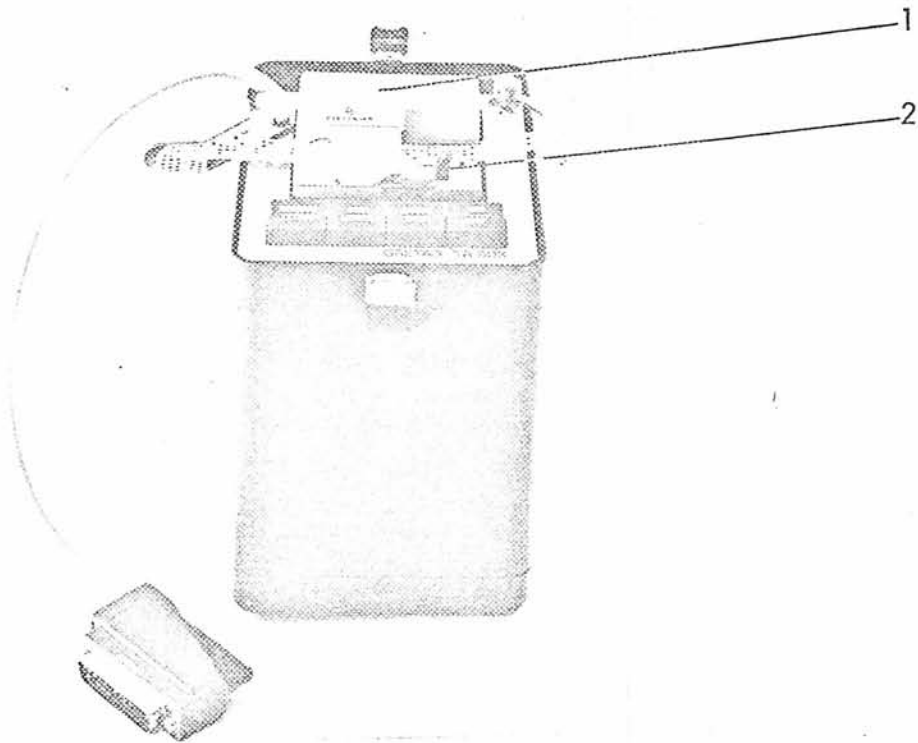

Fig. 4
- Kontaktklappe des Lochstreifenlesers (Fig. 4, Pos. 1) durch Drücken des Hebels (Fig. 4, Pos. 2) öffnen